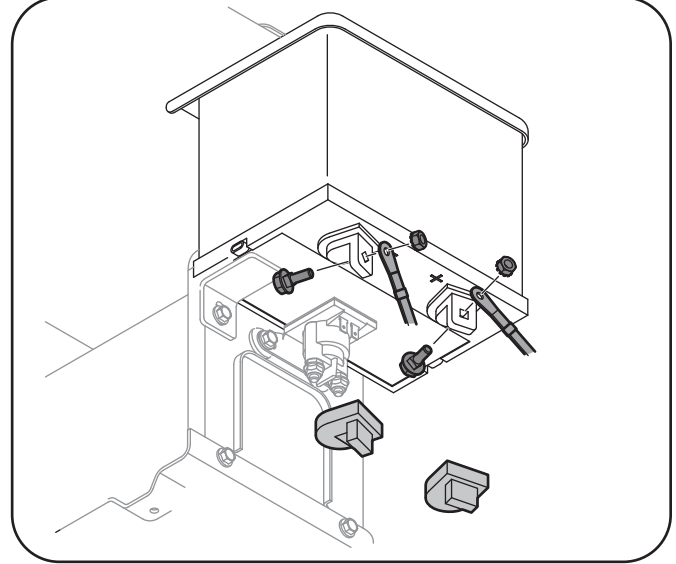

Figure 3-13
1. Enlevez le couvercle en plastique, si équipé, de la borne positive de la batterie et attachez le câble rouge à la borne positive (+) avec le boulon et l'écrou à six pans. Voir la Fig. 3-13.
2. Enlevez le couvercle en plastique, si équipé, de la borne négative de la batterie et attachez le câble noir à la borne négative de la batterie (-) avec le boulon et l'écrou à six pans. Voir la Fig. 3-13.